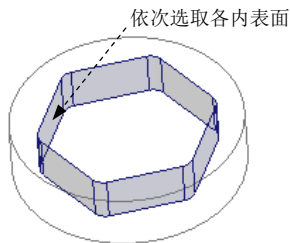

图 3.3.29 所选取的面
Step5. 在系统弹出的 **▼ SURF PICK (曲面拾取)** 菜单中选择 **Model (模型)** **→ Done (完成)** 命令。在系统 **选择要加工模型的曲面。** 的提示下，选取图 3.3.29 所示的各内表面，完成选取后，单击“选择”对话框中的 **确定** 按钮，然后选择 **▼ SELECT SRFS (选择曲面)** 菜单中的 **Show (显示)** 命令，可以观察到所选取的各个内表面，然后选择 **Done/Return (完成/返回)** 命令，完成曲面选取。